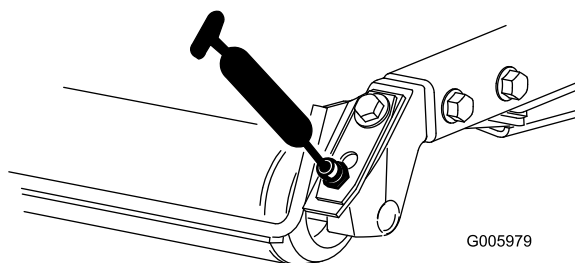
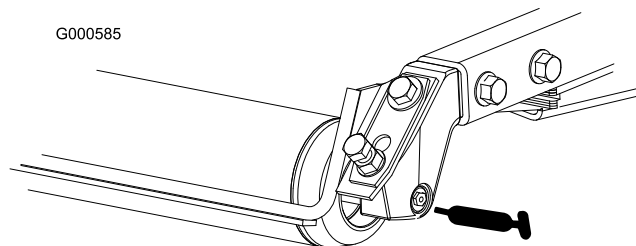

Figura 29
Figura 30
- Cuscinetti a rulli posteriori (2 per apparato di taglio) (Figura 29 o Figura 30)
Nota: Sui rulli dotati di raccordi di ingrassaggio montati a livello (Figura 30) è necessario un adattatore per l'ugello dell'ingrassatore a pressione. Per ottenerlo, ordinate il N° cat. 107-1998 presso il Distributore Toro autorizzato di zona.